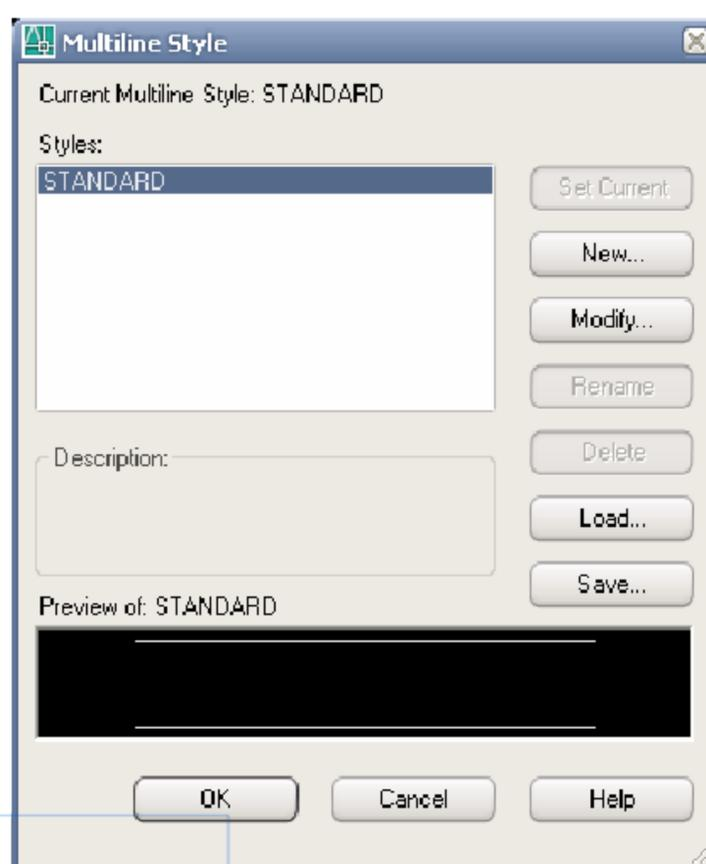

Рис. 2
2. Выберите команду Стиль мультилинии (*Multiline Style*) из меню Формат (*Format*), и на экране появится окно *Multiline Styles* (Стили мультилиний) (Рис.2).